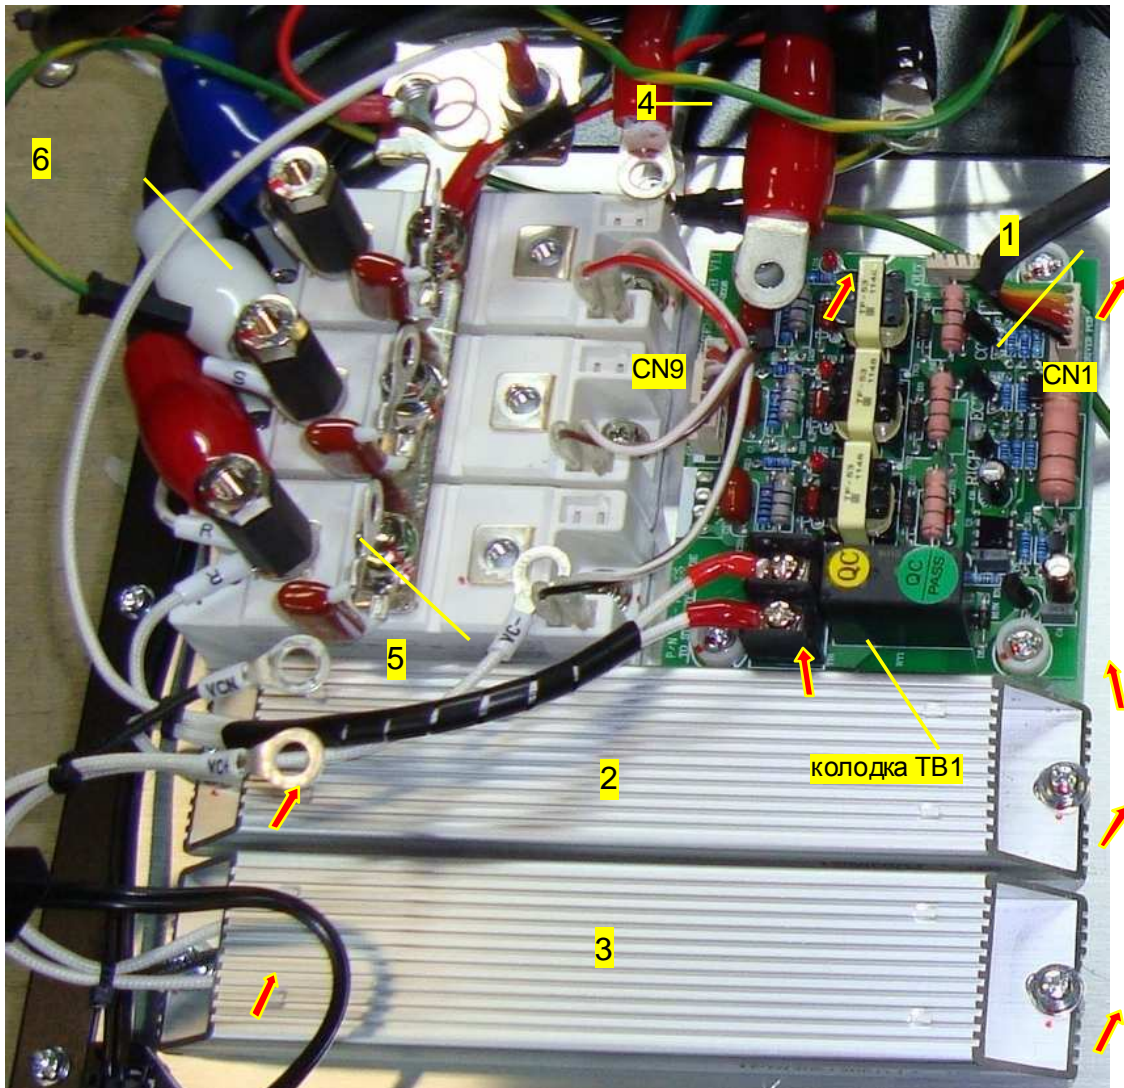

Рис. 6.22
6.13.2. Выкрутить 4 винта крепления платы 1 (рис. 6.22, красные стрелки). Положить плату и винты в тару.
6.14.1. Выкрутить 2 винта крепления разрядного резистора 3 (рис. 6.22, красные стрелки). Положить резистор и винты в тару.